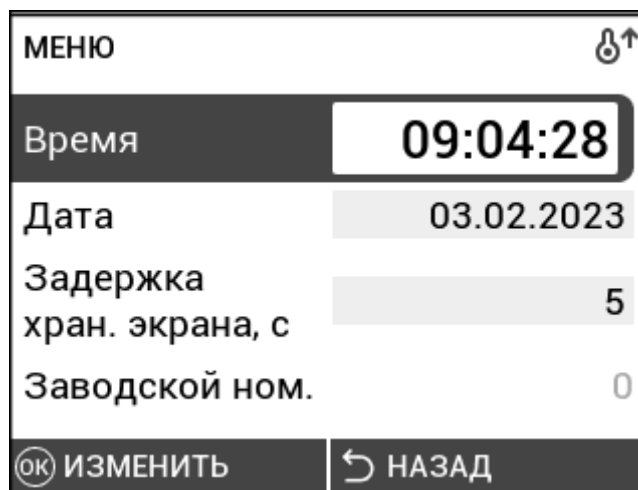

Рисунок 13 – Системное меню
2.10.2 Системное меню содержит следующие пункты (рисунок 13):